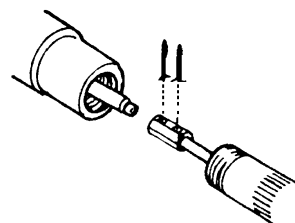

Fig.5.3
- 4) サクシジョンチューブを少し引き離すと、エアモーターとロッドを接続しているユニオンが出てきます。ピンを抜きねじ戻し取り外すと、エアモーターと下ポンプが分離できます。(Fig.5.3)